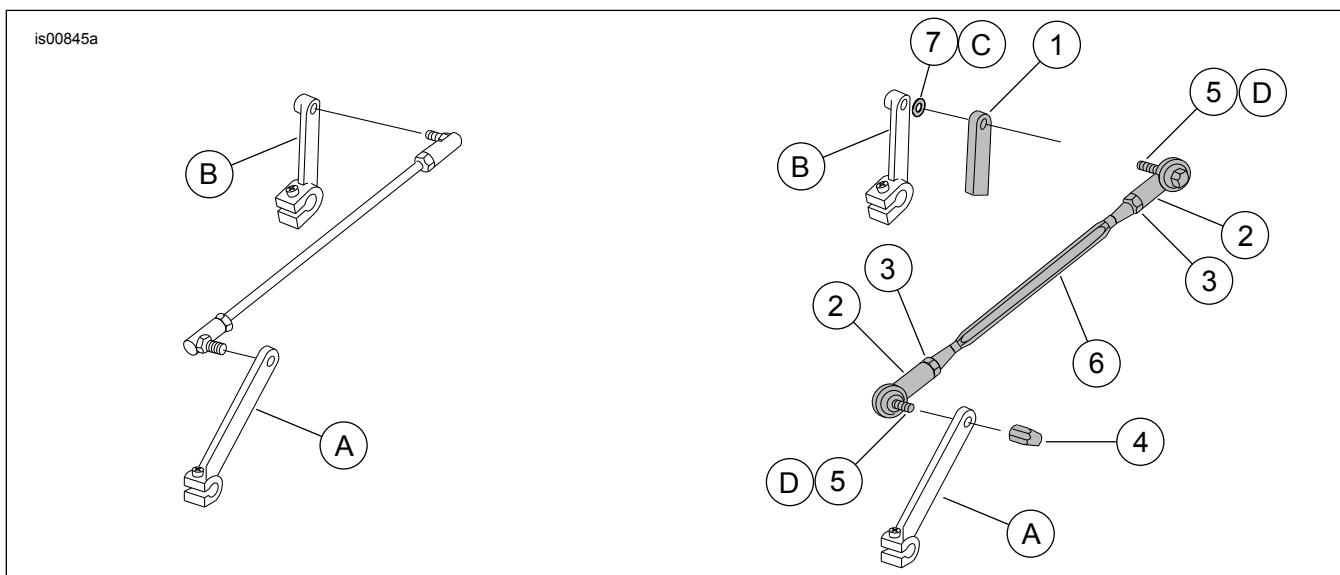

Figure 1. Pièces de rechange : Tringlerie du sélecteur
Voir Figure 1 pour la liste du contenu du kit.
Tous les chiffres indiqués dans les étapes suivantes réfèrent à la Figure 1 et au Tableau 4.
- Sur les modèles FLHT, FLHR et FXDWG de 1999 et plus récents**, placer l'extrémité de la tige à l'extérieur du levier de sélection de vitesse, puis enduire de frein filet le filetage de l'autre vis à capuchon (5) et attacher l'avant de la tige de sélecteur (6) au levier de sélection de vitesse avec la vis (5) et l'écrou borgne (4) dans la séquence montrée à la Figure 1 (l'écrou borgne orienté vers l'extérieur). Bloquer l'écrou borgne (4). Serrer.
Note	Les articles inclus dans les kits sont ombrés dans la Figure 1.